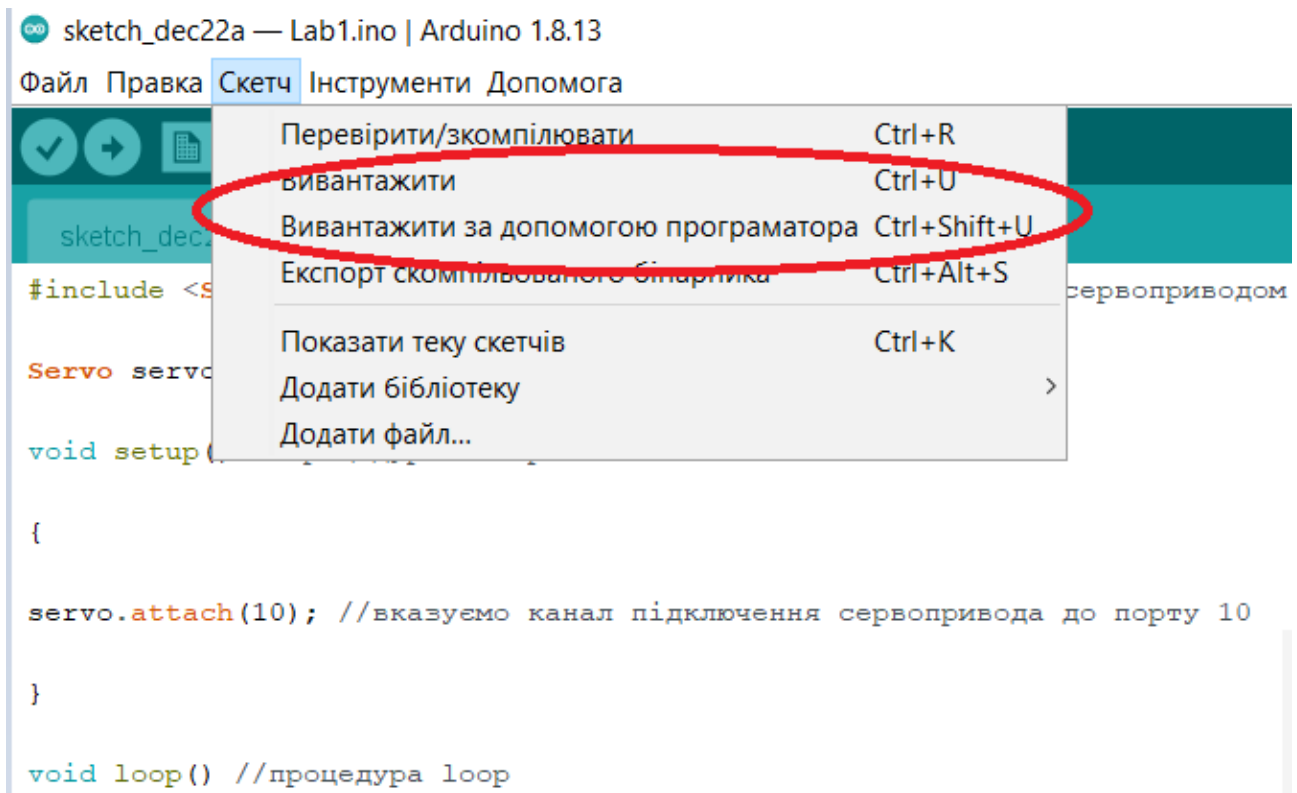

Рис.3.5 – Завантаження програмного коду з Arduino IDE до плати керування.
5. Завантажити розроблений програмний код до плати керування з середовища Arduino IDE (рис.3.5)